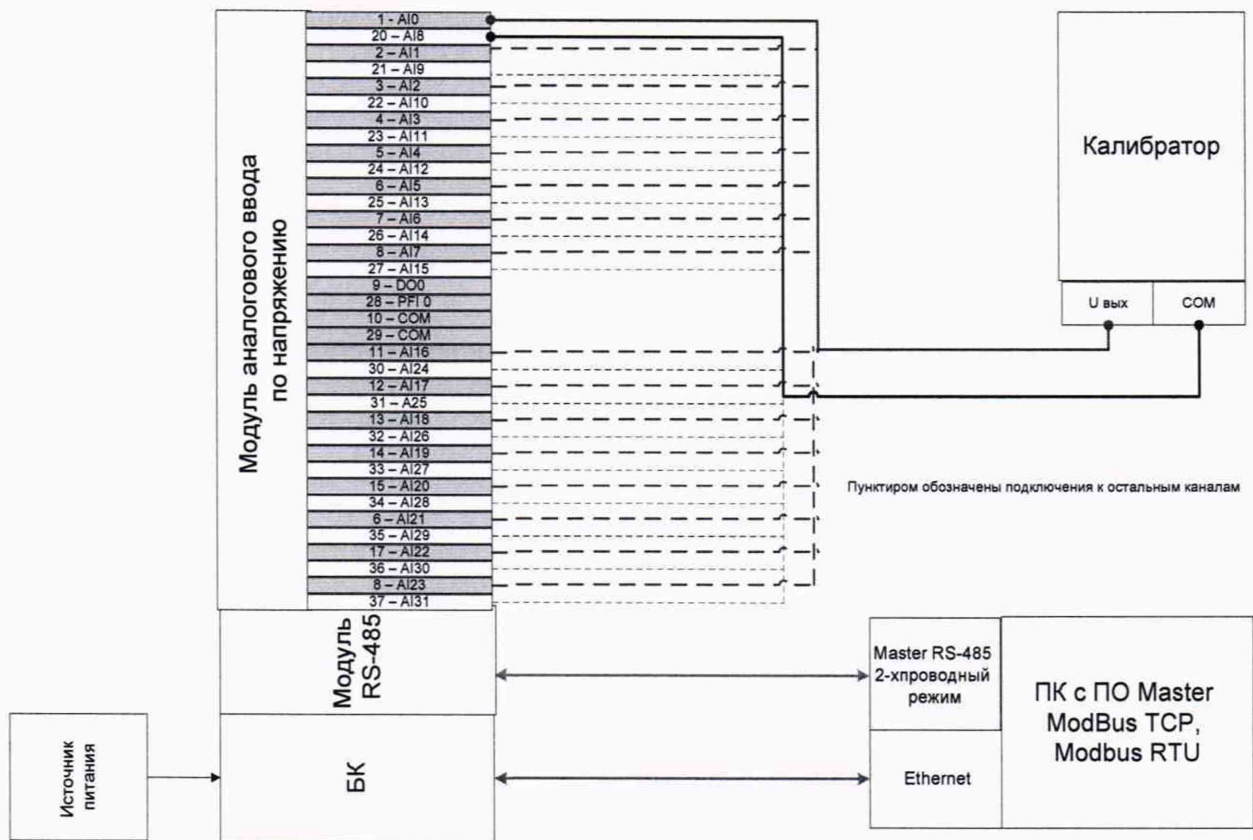

Рисунок 3 - Схема подключения калибратора к модулю аналогового ввода со входом по напряжению
- для канала со входом $-5...+5$ В к модулю аналогового ввода со входом по напряжению (рис.3).
- для канала со входом -5...+5 В к модулю аналогового ввода со входом по напряжению (рис.3).